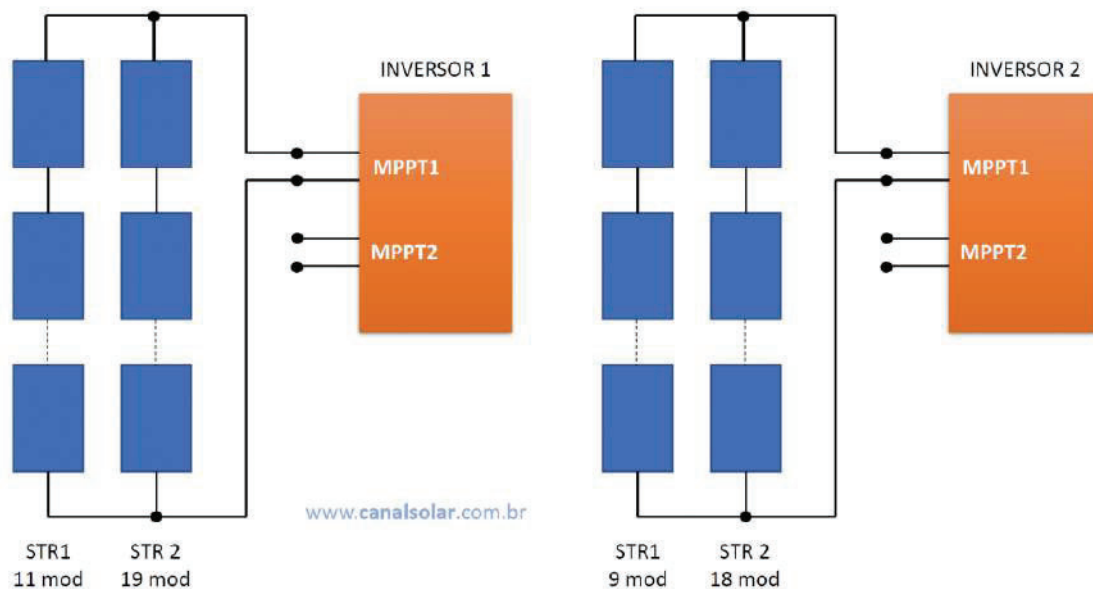

Figura 6: Sistema FV ligado incorretamente, com *strings* de diferentes tamanhos ligadas em paralelo e usando apenas uma entrada de MPPT de cada inversor.
- Sistema com 2 inversores com 2 entradas de MPPT em cada um. No total havia 4 entradas de MPPT disponíveis. As *strings* foram agrupadas em *arrays* de 2. Cada *array* foi ligado a apenas uma entrada de um inversor. Esta situação está ilustrada na Figura 6 abaixo.